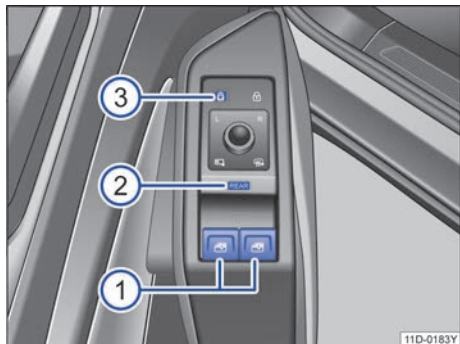

图 56 在驾驶员车门内：前部和后部电动车窗升降器的按钮
- ① 电动车窗升降器的按钮。
- ② 操作区 REAR 用于激活后部电动车窗升降器以及便捷开启及关闭的操作。
- ③ 操作区用于关闭后车门内的电动车窗升降器按钮和打开电动儿童安全锁。
默认情况下，可以通过按钮→图 56 ① 操作前车门内的电动车窗升降器。
REAR 短暂按下操作区→图 56 ②，可激活后车门中的电动车窗升降器的操作。如果激活后车门中的电动车窗升降器的操作，操作区的功能照明将亮起。再次短暂按下操作区 REAR，可激活前车门中的电动车窗升降器的操作。如果在激活后，未操作后车门内电动车窗升降器，则前车门内的电动车窗升降器的操作将在大约 10 秒钟后被再次激活。
按下操作区→图 56 ③，以关闭后车门内的电动车窗升降器按钮。同时打开电动儿童安全锁。当后车门内的电动车窗升降器按钮被禁用且儿童安全锁打开时，操作区中的指示灯亮起黄色。